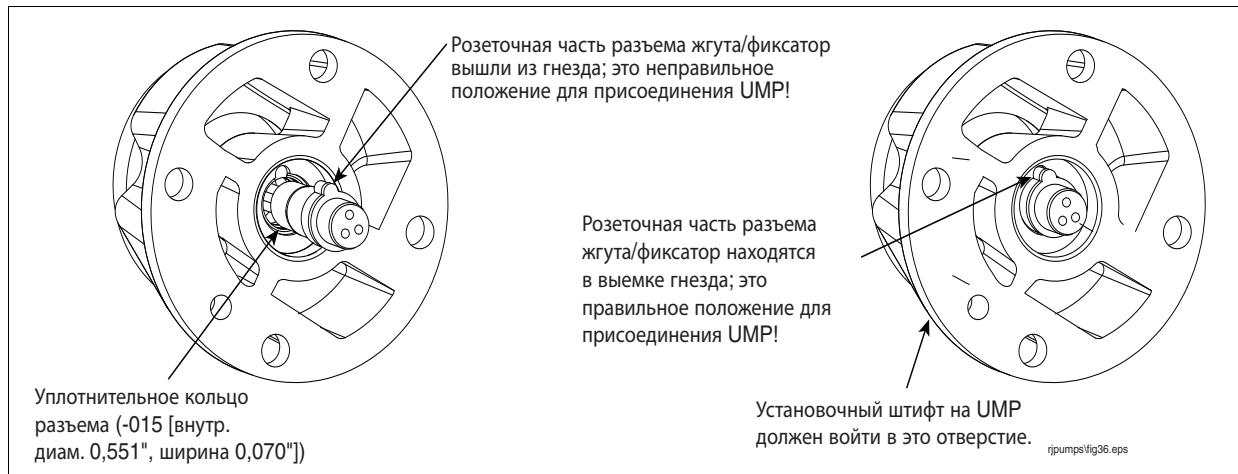

Рис. 6. Проверка правильности положения розеточной части разъема жгута
1. Осмотрите разъем жгута на конце нагнетательной головки. Разъем должен находиться в гнезде, а его установочный выступ — в выемке гнезда (см. рис. 6).
- Совместите и вставьте установочный штифт UMP в соответствующее отверстие на нагнетательной головке (см. рис. 6) и вручную установите UMP на место. Прежде чем затягивать крепежные болты, убедитесь в том, что UMP плотно прилегает к нагнетательной головке.